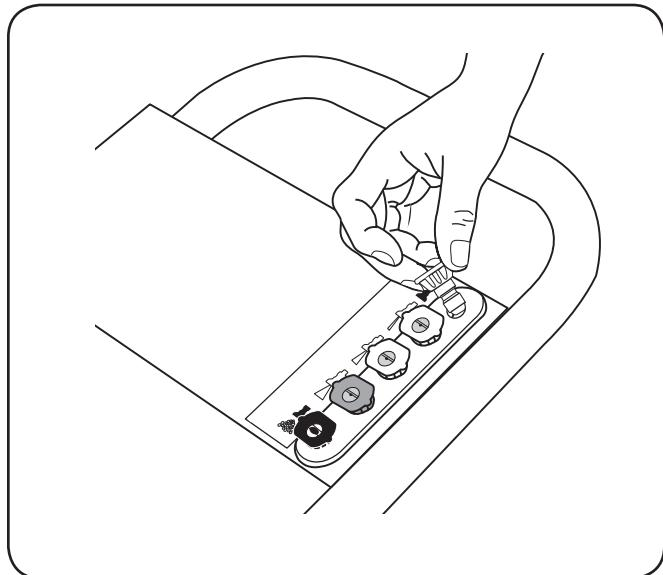

Figure 3-2
1. Retirer du sac plastique les buses colorées à changement rapide et les insérer dans le porte-buse. Les couleurs des buses correspondent aux couleurs sur sur le panneau. Ver la Figure 3-2.